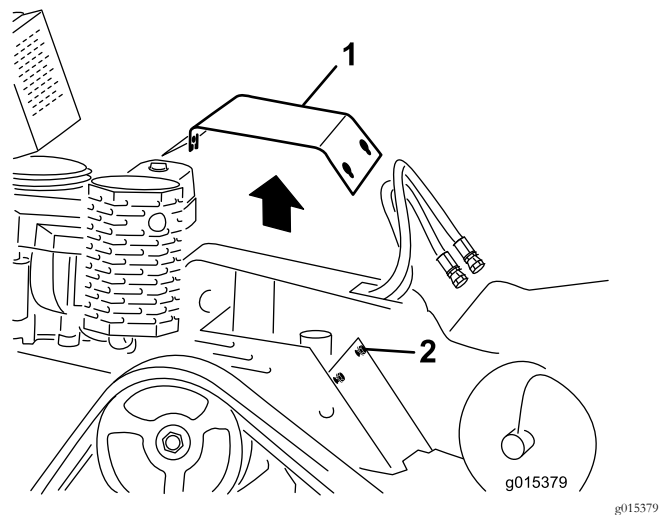

Bild 8
- A. Lockern Sie die eine hintere Schraube ($\frac{3}{8}$ " x 1") und die zwei vorderen Schrauben ($\frac{3}{8}$ " x $1\frac{1}{2}$ "), mit denen die obere Abdeckplatte an der Maschine befestigt ist, und nehmen Sie die Abdeckplatte ab (Bild 8).
- E. Montieren Sie die obere Abdeckplatte an der Maschine (Bild 8) und ziehen Sie die drei Schrauben ($\frac{3}{8}$ ") mit 38-45 N m an.